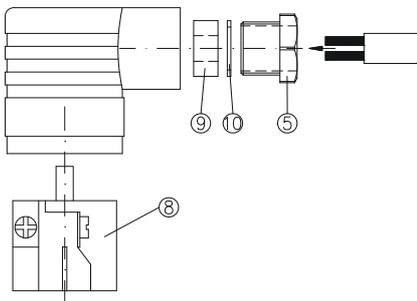

Fig. 10
- ↖ Introduire le câble de branchement par le passe-câble à vis ⑤, la bague de serrage ⑩ et la pièce en caoutchouc ⑨ dans la boîte de raccordement ② (⇒ Fig. 10).